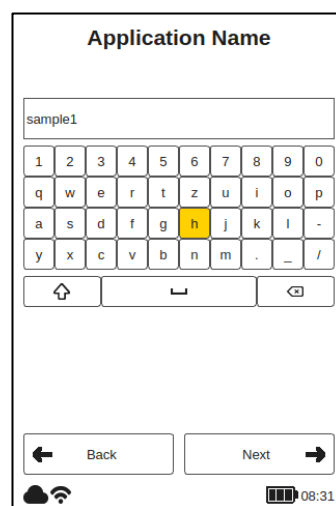

Figure 32 : Nom de l'application
Dans l'écran du clavier suivant (voir Figure 32 : Nom de l'application), vous pouvez éditer et modifier le nom de l'application, confirmer le nom avec 'Suivant' ou abandonner votre action avec le bouton Précédent (A). Pour quitter complètement le menu, « Enregistrer » ou « Ignorer » vos modifications.